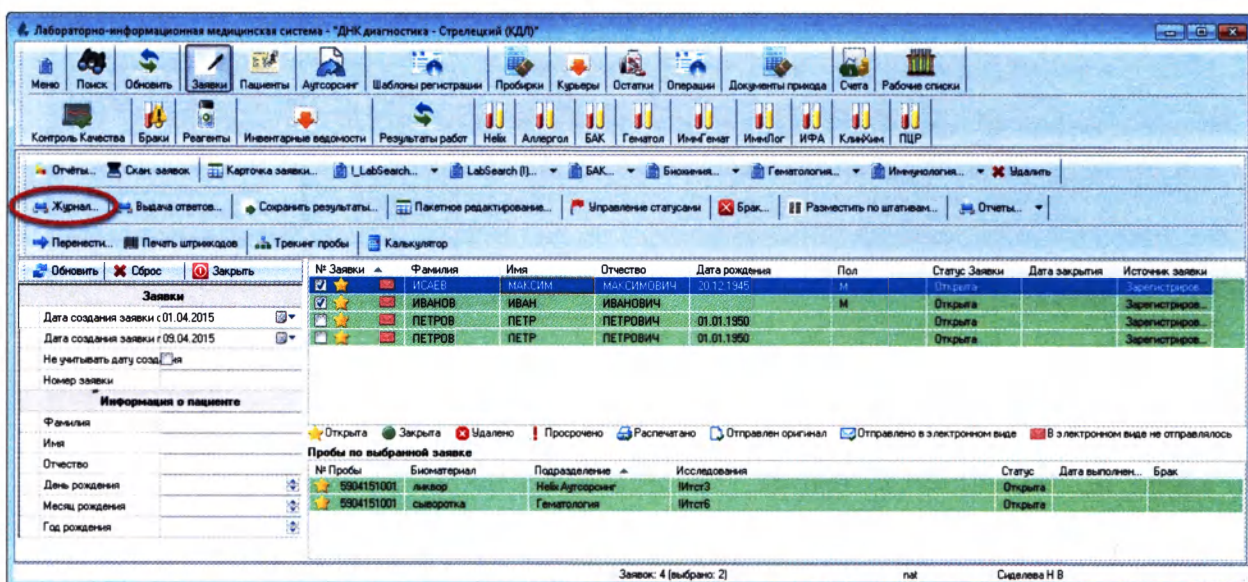

Рисунок 3.19
3. Нажмите кнопку «Журнал» (Рисунок 3.19):